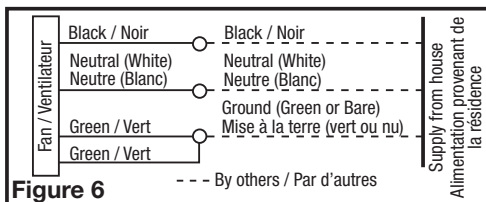

Figure 6
2. Pull the loose black, white and green wires out from the wire compartment (additional wires will be present). Install an approved electrical connector to the wire compartment cover (not included). Run a black (hot), white (neutral), and a green or bare ground wire from the supply through the electrical connector. Connect all wires from the supply to their corresponding wires within the wire compartment (**Figure 6**). Use approved methods for all connections.
2. Retirez les fils noirs, blancs et verts détachés du compartiment des câbles (des fils supplémentaires seront présents). Installez un connecteur électrique approuvé sur le couvercle du compartiment des câbles (non inclus). Faites passer un fil noir (chaud), blanc (neutre) et un fil de terre vert ou nu de l'alimentation à travers le connecteur électrique. Connectez tous les fils de l'alimentation à leurs fils correspondants dans le compartiment des fils (**Figure 6**). Utiliser des méthodes approuvées pour toutes les connexions.